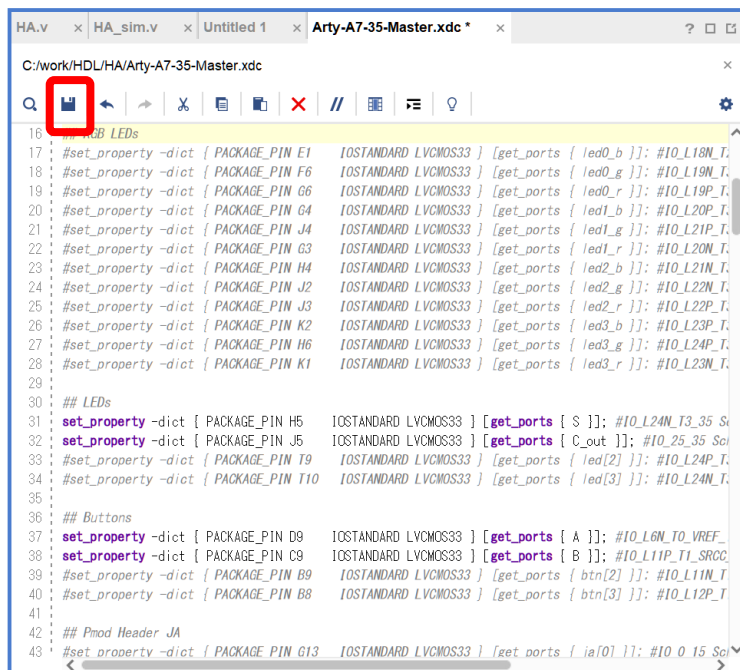

図 11.39 FPGA への実装の手順 6
8) Constraints ファイルの変更を、フロッピーディスクのボタンをクリックし、保存する (図 11.39)。